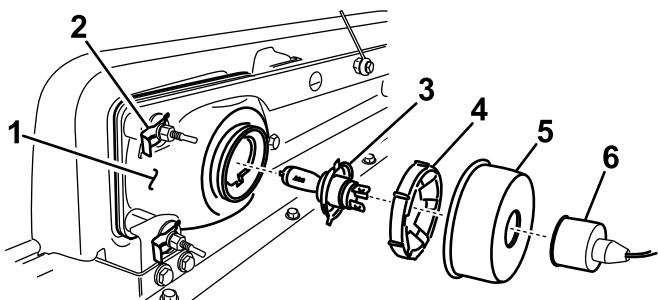

図 31
- 保護用のゴム製ブーツを外す（図 31）。
- ヘッドライト・アセンブリ全体を前に押出して、前バンパーから外す（図 31）。
- 取り付け穴に新しいヘッドライトを取り付ける（図 31）。柱状の合いマーク突起がバンパー側の取り付けブラケットの穴にそろいうように取り付けること。